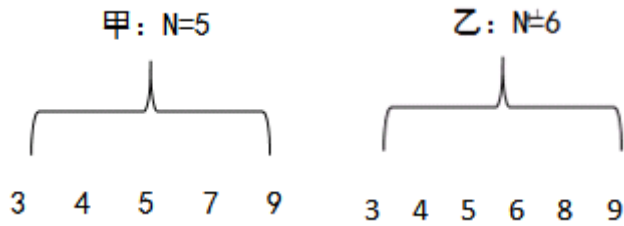

图 2-5
(5) 中位数：在古代以前将数据从小到大排列，若是单数，则中间值就是中位数；若是偶数，则取中间两个数之和的平均值。
**【例题五】** 下面有甲乙两组数据（见下图 2-5），其中第一组数据为奇数，第二组数据为偶数，分别计算 2 组数据的中位数，它们有什么不同？